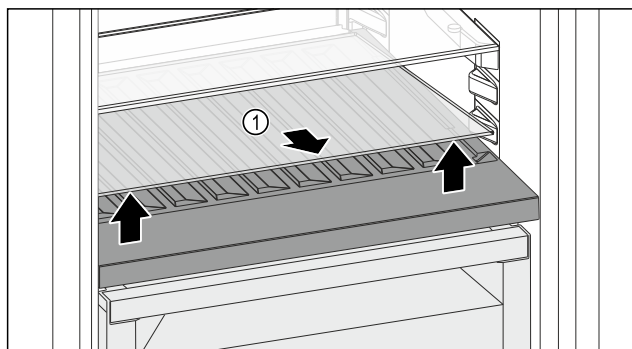

Fig. 149
- Podignite staklenu ploču Fig. 149 (1) na otvoru sprijeda i izvadite je.
- Čuvajte staklenu ploču Fig. 149 (1) na sigurnom izvan uređaja.